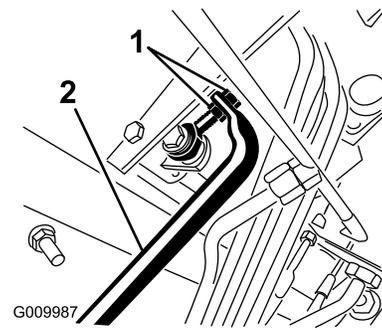

Figura 94
5. Ajuste las contratuercas del extremo de la varilla de la bomba para desplazar el tubo de control de la bomba hacia adelante, para eliminar el movimiento de la máquina hacia adelante, o hacia atrás, para eliminar el movimiento hacia atrás (Figura 94).